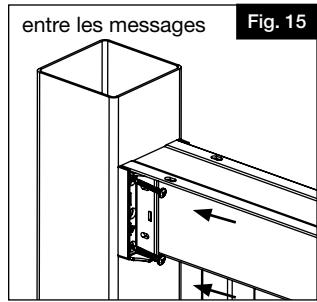

Fig. 15
- Répéter le processus de perçage d'avant-trous pour les trois autres vis (Fig. 15 et 16).